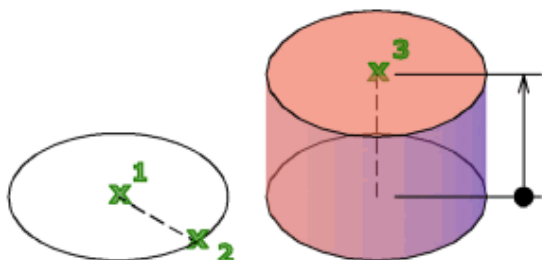

Рисунок 7.6 – 3D циліндр
Для створення моделі 3D циліндра введіть **ЦИ (ЦИЛИНДР)** у командному рядку або натисніть кнопку на панелі *Моделирование* → *Ящик* → *Циліндр* (рис. 7.6).
Циліндр будується за трьома параметрами: центральна точка (1), радіус (2) та висота (3) (рис. 7.6).